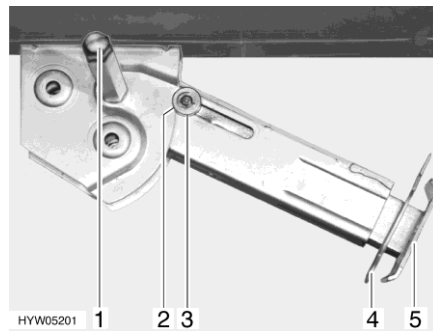

Fig. 43 Piedino di stazionamento
- Inserire la chiave a tubo nell'esagonale (Fig. 43,1) e ruotare fino a quando il piedino di stazionamento non si trova in posizione verticale verso il basso.
- Estrarre la copiglia (Fig. 43,4) dal prolungamento dell'estremità del piedino (Fig. 43,5).
- Inserire la chiave a tubo nell'esagonale (Fig. 43,1) e ruotare fino a quando il piedino di stazionamento non si stacca dal terreno.
- Spingere completamente all'interno il prolungamento dell'estremità del piedino (Fig. 43,5) e inserire la copiglia (Fig. 43,4) nel foro apposito.
- Ruotare la chiave a tubo nell'esagonale (Fig. 43,1), fino a quando il piedino di stazionamento non è sollevato verso l'alto e la guida (Fig. 43,3) è rientrata totalmente nell'intaglio (Fig. 43,2).